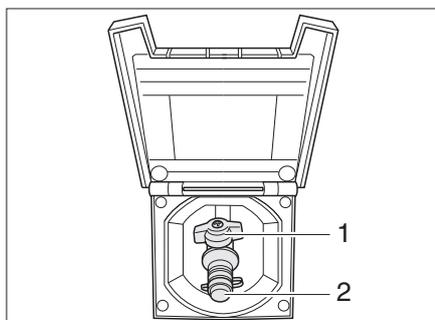

Bild 171 Externer Gasanschluss, Gasabsperrventil geschlossen
Der externe Gasanschluss (Bild 171) befindet sich je nach Modell am Heck oder auf der linken bzw. rechten Fahrzeugseite.
- Externes Gasgerät an der Anschluss-Stelle (Bild 171,2) anschließen.
- Das Gasabsperrventil (Bild 171,1) öffnen.